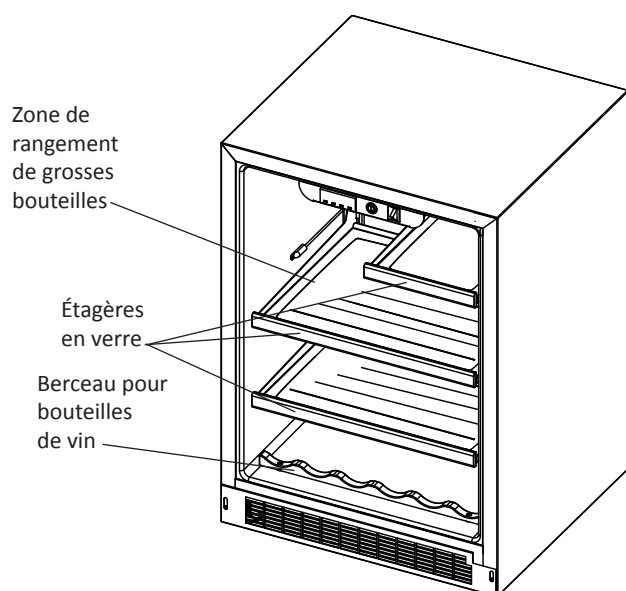

Figure 14
L'armoire de base est équipée de trois tablettes en verre qui peuvent se mettre n'importe où dedans. La demi-tablette en verre est pour ranger des bouteilles hautes ou des bouteilles de vin ouvertes de la tablette du dessous (Voir la Figure 14). Les séries professionnelles (MPROGARM) ont deux larges étagères mobiles. Le berceau à bouteilles fixe en bois en bas de l'armoire peut contenir 6 bouteilles de vin. Ce berceau peut s'enlever pour ranger des bonbonnes de vin. Il suffit d'enlever deux (2) vis qui retiennent le berceau sur le plancher de l'armoire.